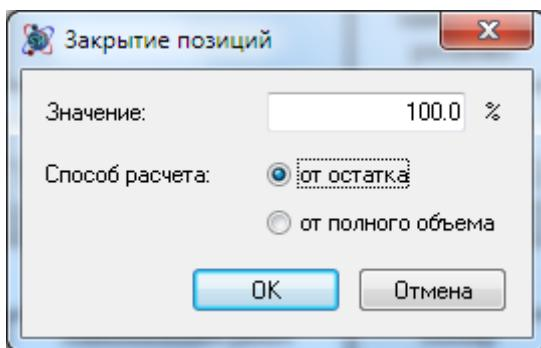

Рис. 4.67 Диалог Закрытие позиций
- **Закрыть %** — для активной или выделенной позиции будет установлен объем, рассчитанный на основании заданного процента. Задание процента выполнения производится в диалоге **Закрытие позиций** (рис. 4.67). Выбор способа расчета заданного процента производится при помощи переключателя **Способ расчета**: